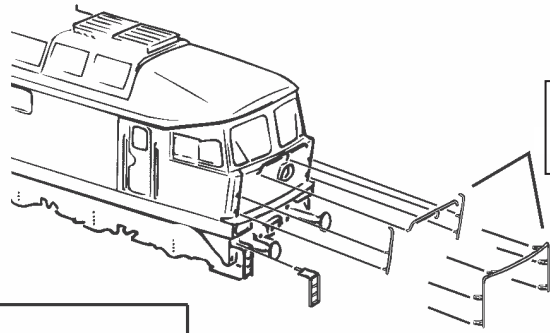
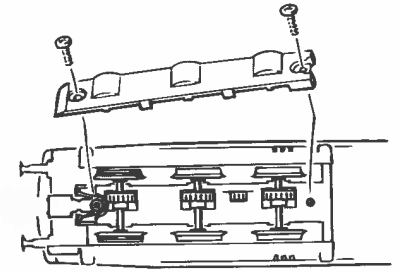

Fig. 3
Fig. 5
Mehrzugbetrieb: Zuerst Lokgehäuse abnehmen (Fig. 3). Danach den Brückenstecker aus der Schnittstelle entfernen (diesen sorgsam aufbewahren). Danach den Stecker des Decoders lage-richtig einsetzen (Fig. 5).
2. Schmierung: Versehen Sie die im Schmierplan in Fig. 8 gekennzeichneten Stellen mit nur **kleinen Öltropfen**. Dazu zuerst das Lokgehäuse abnehmen (Fig. 3). Wir empfehlen den **ROCO Öler Art.-Nr. 10906**. Fürs Schmieren der Getriebeteile (Zahnräder, Schnecke) empfehlen wir das **ROCO-Spezialfett Art.-Nr. 10905**. Im Falle der Schmierung diese Teile **nicht ölen**.
4. Kohlebürstenwechsel: Lokgehäuse abnehmen (Fig. 3). Danach wird der Motor ausgebaut und die Kohlebürsten ausgewechselt (Fig. 10).
Running in digital mode: Remove the jumper from the interface. Finally put the plug of the decoder into the interface as shown in fig. 5.
2. Lubrication: Apply **tiny oil drops** to spots marked in fig. 8. Prior to lubrication dismantle locomotive (fig. 3). We recommend using item no. **10906, ROCO oiler**. For lubrication the gearparts (e.g. cogwheels, worm) we should recommend our ROCO **special grease** (item no. **10905**).
4. Carbon Brush Changing: First remove loco body (fig. 3), and then the motor (fig. 10).
Exploitation en télécommande multi-trains: Enlevez la fiche de shuntage de l'interface (à conserver!) et enfichez finalement la fiche de décodeur aux prises de l'interface. Veillez à la position correcte de la fiche (fig. 5).
2. Graissage: N'appliquez **qu'une toute petite goutte** aux endroits indiqués par le plan de graissage (fig. 8) après avoir démonté la caisse de la locomotive (fig. 3). Nous vous recommandons **le graisseur à huile ROCO réf. 10906**. Pour graisser les engrenages (roues dentées, vis sans fin) nous vous conseillons la **graisse spéciale ROCO réf. 10905** pour engrenages en matières synthétiques. Lorsque vous utilisez cette graisse il faut éviter d'huiler ces composants.
4. Remplacement des balais du moteur: Démontez la caisse (fig. 3). Démontez ensuite le moteur et échangez le balais (fig. 10).
1. siehe voir } Fig. 3